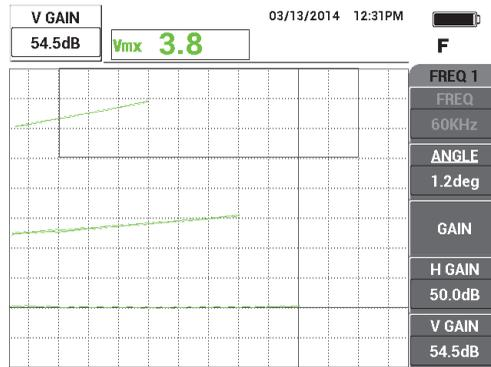

Рис. 5-82 Настройка вертикального усиления
10. Нажмите клавишу GAIN (**dB**) три раза для доступа к параметру **В УСИЛ**; увеличьте вертикальное усиление так, чтобы верхний сигнал достиг 90 % высоты экрана (см. Рис. 5-82 на стр. 198).